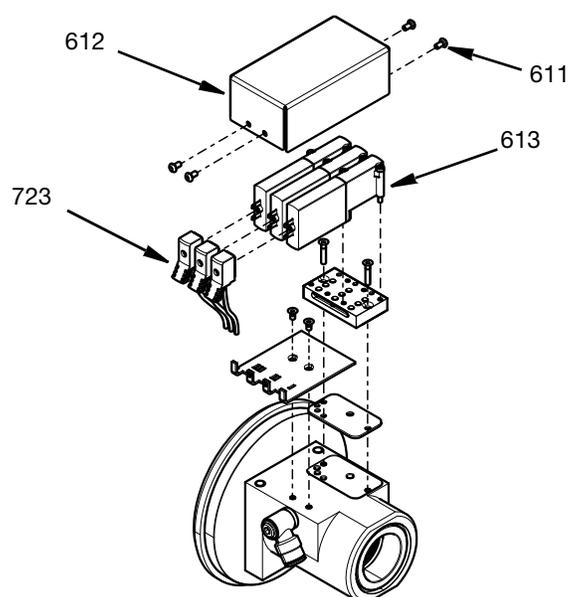

**FIG. 19**
11. Ya pueden desmontarse todas las piezas internas y juntas del alojamiento de pieza giratoria (619). Si se ha desmontado la cámara de pieza giratoria, deben sustituirse todas las juntas. Consulte la FIG. 19.